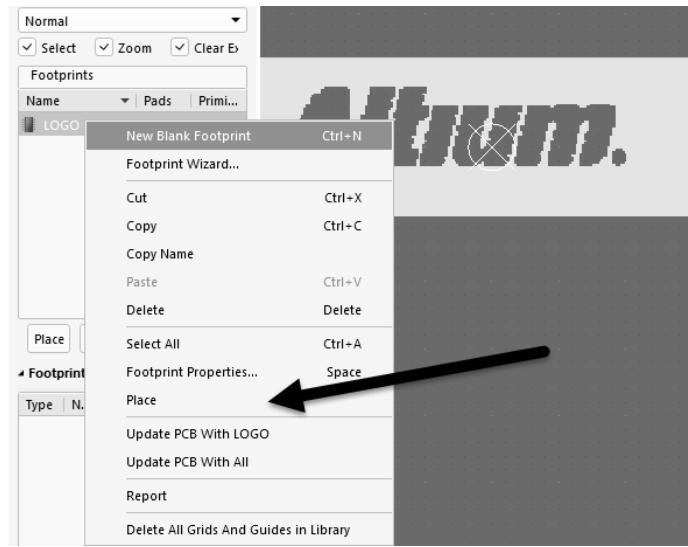

图 12-41 Logo 封装的创建
(7) 如果需要转换成元件，方便下次调用的话，可以直接框选复制这些 Logo 元素，新建一个元件封装，粘贴到里面，下次调用的时候，直接放置即可，如图 12-41 所示。